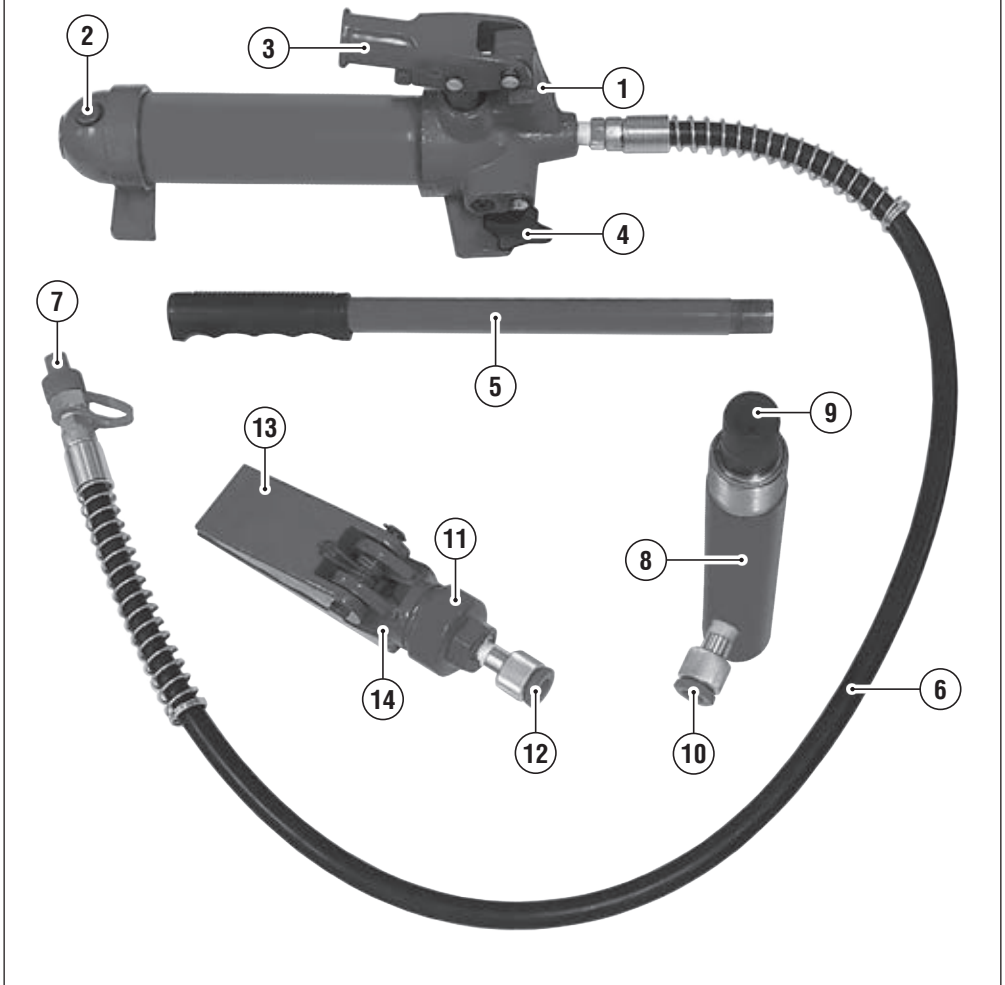

FIG. D1
Doar Cric Fig. D1	100%
Baza de sprijin (Fig. D1) (6) este utilizată în mod normal ca suport lateral fix pentru mufa (4), aplicându-l prin conectorul (17).